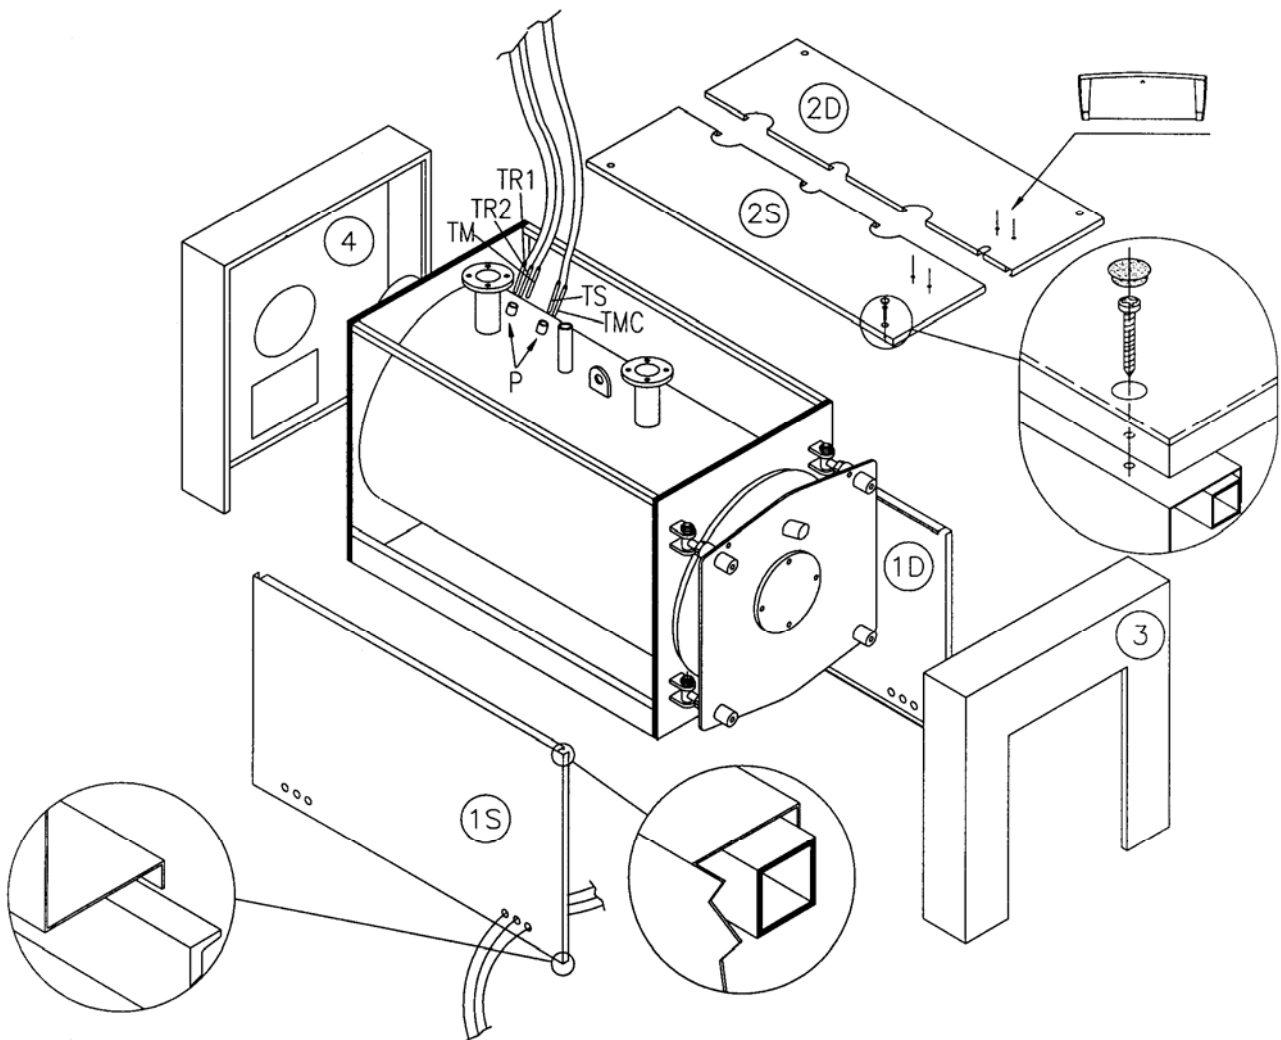

Fig. 8
4.2 HABILLAGE CHAUDIERES REX/REX F/REX K/REX K F 7÷40 (Fig. 8)
- Enrouler la laine de verre sur le corps de la chaudière en laissant visibles les regards porte-instruments (P) situés sur le côté droit.